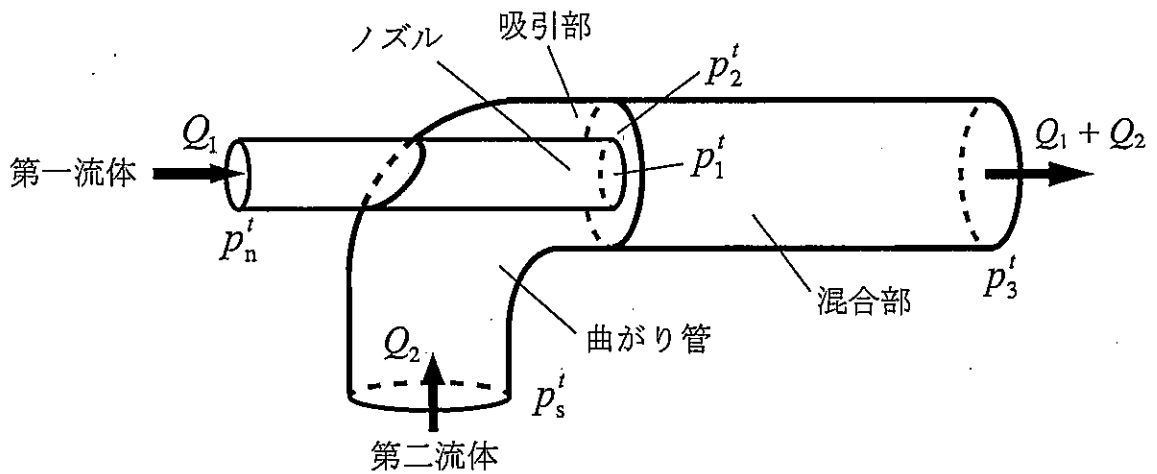
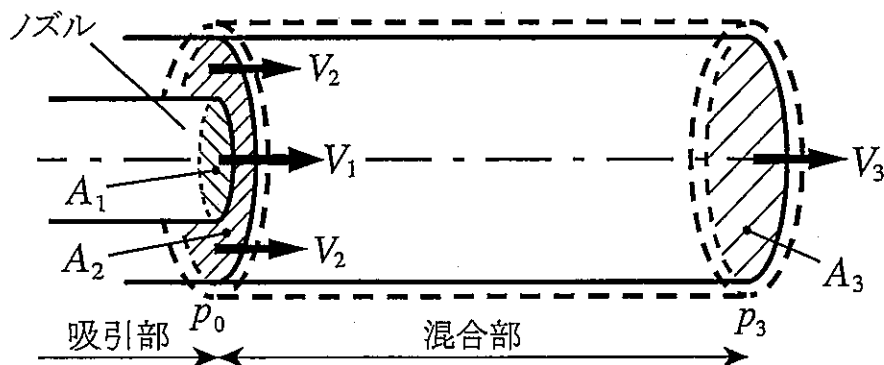

図 2-1
図 2-2
I. 図 2-1 に示すような管で構成されるジェットポンプについて考える. このポンプは, 第一流体が流れるノズル, 第二流体が流れる吸引部, および両流体を混合する混合部により構成され, 第一流体がノズルから混合部に噴出することで第二流体が吸引される仕組みとなっている. ここで, 第一流体, 第二流体はともに密度 ρ の非圧縮性の液体とし, 第一流体, 第二流体の体積流量をそれぞれ Q_1, Q_2 とする. また, ノズル, 吸引部出口, 混合部の流路断面積をそれぞれ A_1, A_2, A_3 (ただし, $A_3 = A_1 + A_2$), ノズル出口, 吸引部出口, 混合部出口における流速をそれぞれ V_1, V_2, V_3 とし, 面積比 $\bar{A} = A_2/A_1$, および速度比 $\bar{V} = V_2/V_1$ を定義する. このとき, 壁面摩擦はすべて無視できるものとして, 以下の設問に答えよ.
- (1) 図 2-1 に示されたポンプ全体のうちノズル出口, 吸引部出口, 混合部領域のみを取り出し, 図 2-2 の点線で囲まれた検査体積を考える. 流速 V_1 を V_1, \bar{A}, \bar{V} を用いて表せ. ただし, 混合部の長さは十分に長く, 流体は均一に混合するものとし, ノズル出口, 吸引部出口, 混合部出口において断面内の速度は一様とする.
- (2) 混合部出口とノズル出口の静圧をそれぞれ p_3, p_0 とする. 混合部出口とノズル出口の静圧差 $p_3 - p_0$ を $\rho, V_1, \bar{A}, \bar{V}$ を用いて表せ. ただし, ノズル出口と吸引部出口の静圧は等しく, ノズル出口, 吸引部出口, 混合部出口において断面内の静圧は一様とする.
- (3) ノズル出口, 吸引部出口, 混合部出口の全圧をそれぞれ p'_1, p'_2, p'_3 とする. 混合部出口とノズル出口の全圧差 $p'_3 - p'_1$ を $\rho, V_1, \bar{A}, \bar{V}$ を用いて表せ.
- (4) 第一流体に関して, 混合部の入口から出口にかけて静圧が上昇するのに対し, その全圧が低下する理由を説明せよ. ただし, $0 < \bar{V} < 1$ とする.
次に, 吸引部上流に曲がり管が接続されたポンプ全体の系 (図 2-1) について考える. 以下では, 面積比を $\bar{A}=1$ で一定とする. ここで, ノズル入口, 曲がり管入口における全圧をそれぞれ p'_n, p'_s とする. 曲がりによる全圧損失係数 K は以下のように定義される.